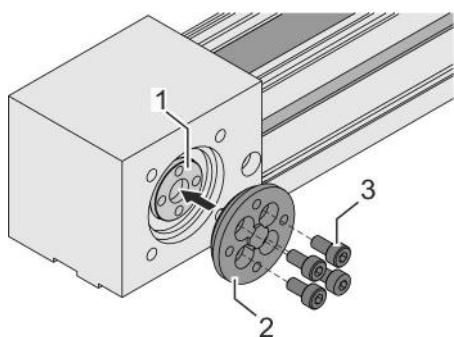

Fig. 29: Montaggio del disco adattatore
1. Posizionare il perno di centraggio del disco adattatore (Fig. 29/2) sull'albero della cinghia dentata (Fig. 29/3).
2. Stringere in diagonale 4 viti (Fig. 29/1) in modo alternato: